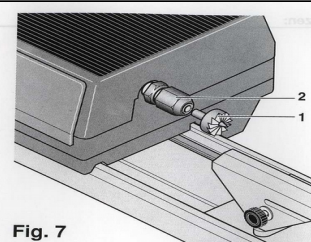

Fig. 7
1. Introduceți universalul 1 (Fig. 7) în mandrina și fixați (așa cum este descris la prinderea barelor rotunde).